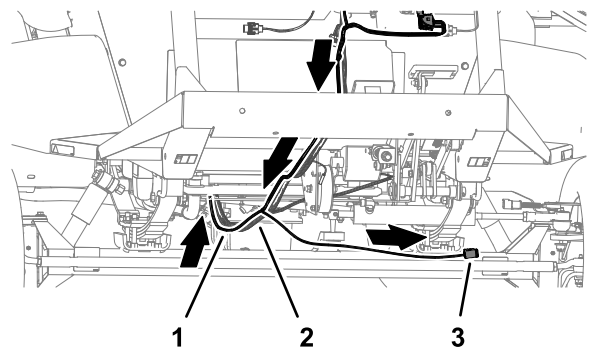

Bild 94
1. Verlegen Sie den Kit-Kabelbaum nach hinten, entlang des Maschinenkabelbaums (Bild 94).
2. Verlegen Sie die Abzweigung des Kabelbaums mit dem Anschluss mit der Beschriftung WHEEL ANGLE SENSOR [Radwinkelsensor] entlang der Rückseite des Vorderachsrohrs (Bild 94).